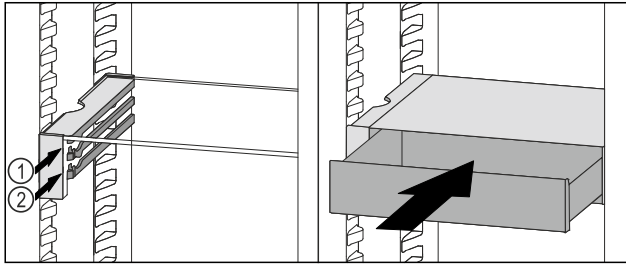

Fig. 121
- ▶ Aseta VarioSafe-vetolaatikko rajoittimien taakse halutulle kannattimelle Fig. 121 (1) tai Fig. 121 (2).